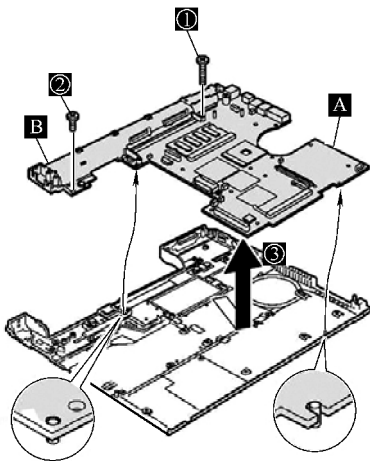

图 2-89 将主板与底板分离
1) 如图 2-89 所示，拧下螺钉“①”、“②”，再按照箭头“③”方向将主板与底板分离。